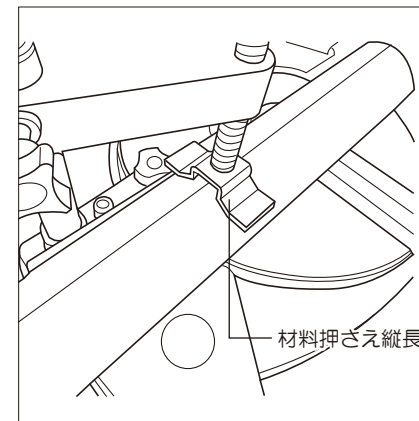

図29
①切断材の直径が太い・幅が広い材料の押さえに使用します。
②○形切断材の直径が 40 mm、□形切断材幅が 45 mm 以上の場合、材料押さえを縦長にして材料を押さえるようにしてください。(図 29 参照)